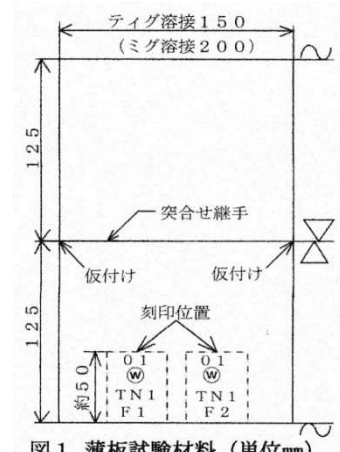

図1 薄板試験材料(単位mm)
6. 試験材料は、図1に示す刻印のある面(表面)の側から突合せ継手部を本溶接しなければならない。